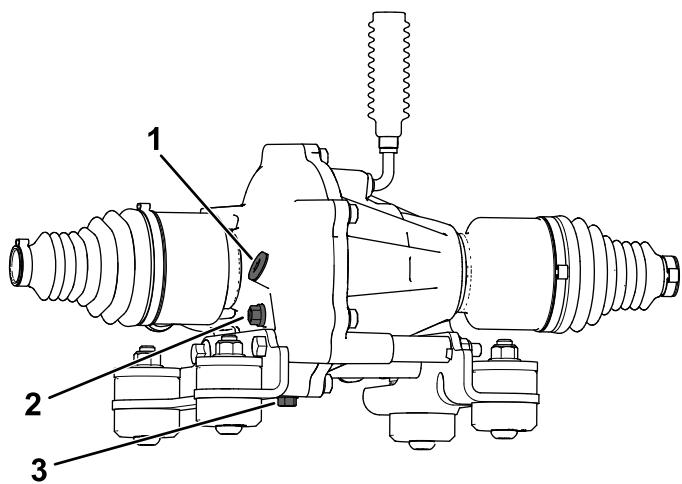

図 105
- 前デファレンシャルの点検プラグを外す図 105。
- 油量が不足している場合は、点検穴から所定のオイルを補給する図 105。
- ドレンプラグの下にオイルを受ける容器をおく図 105。
- 補給プラグを抜く図 105。
- ドレンプラグを外して内部のオイルを全部排出する 図 105。